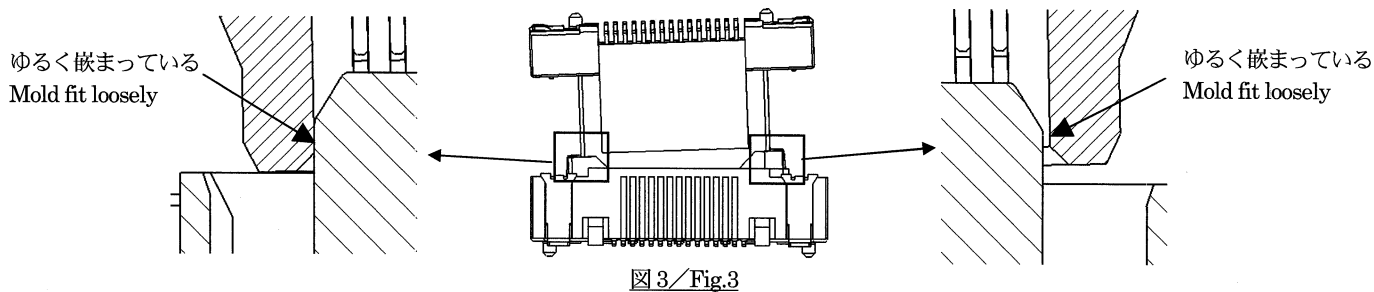

図3 / Fig.3
- ・位置決め後、両端のモールドどうしがゆるく嵌まるまで嵌合して下さい (図3)。
After locate, please mate connector where the molds fit loosely (Fig.3) .